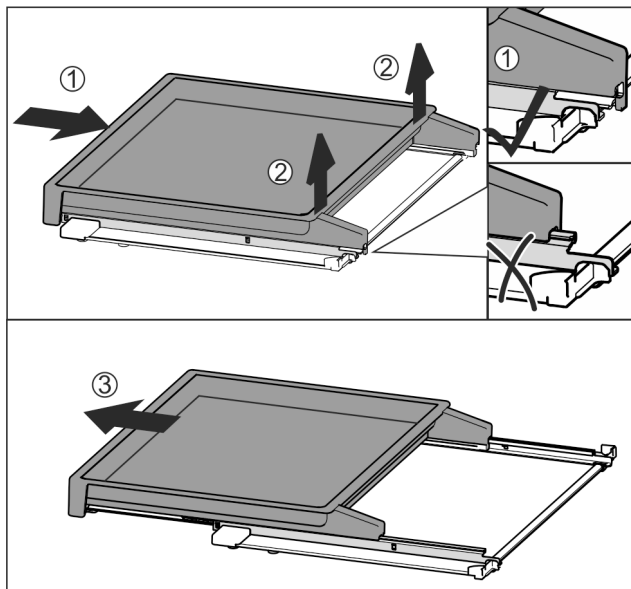

Fig. 50
- ▶ Вставить вытяжную панель полностью Fig. 50 (1).
- ▶ Отпустить фиксацию на задней стороне Fig. 50 (2).
- ▶ Извлеките вытяжную панель движением вперед Fig. 50 (3).